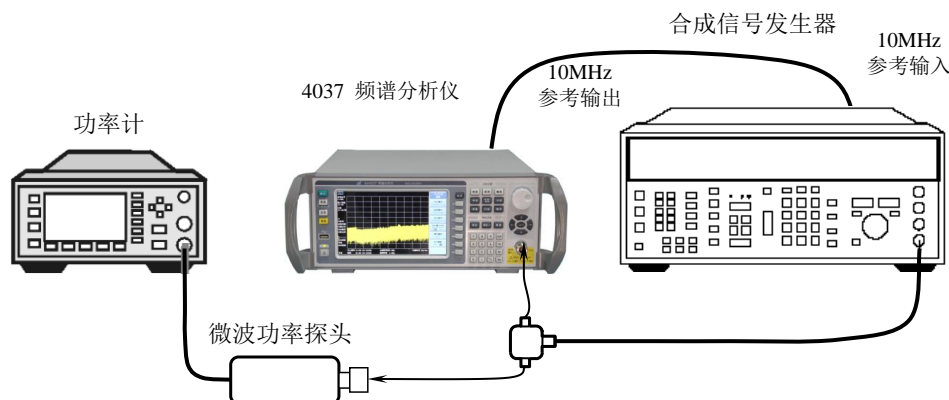

图 6-11 频率响应测试设备连接
- 1) 如图 6-11 连接好测试设备。
- 22) 如图 6-11 连接好测试设备。